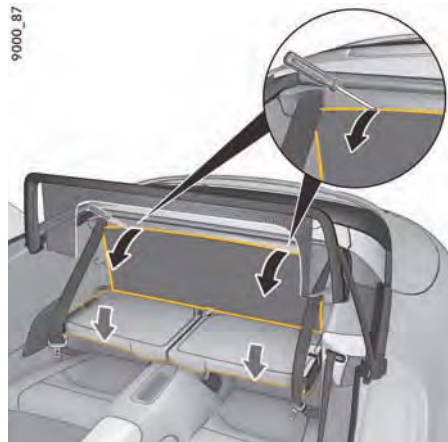

図60: リヤ・シート・バックレストとリヤウォール・ライニングを前に倒す
2. シート・バックを前に倒します (図60)。
リヤウォール・ライニング両側のループで引き出し、前に倒します (装備されている場合) (図60)。